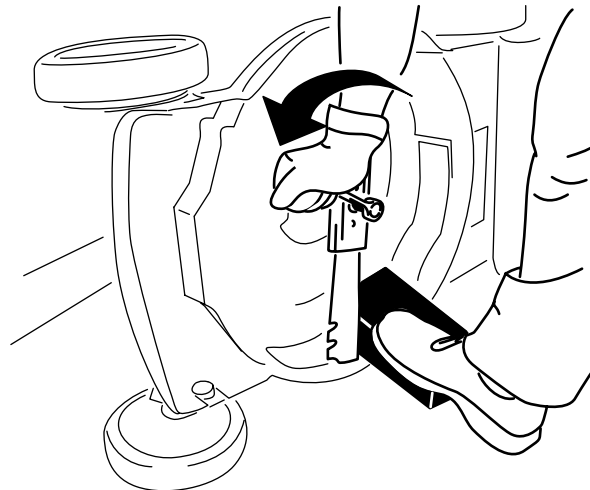

Figure 27
3. Immobilisez la lame avec un morceau de bois (Figure 27).
4. Déposez la lame mais ne jetez pas les fixations (Figure 27).